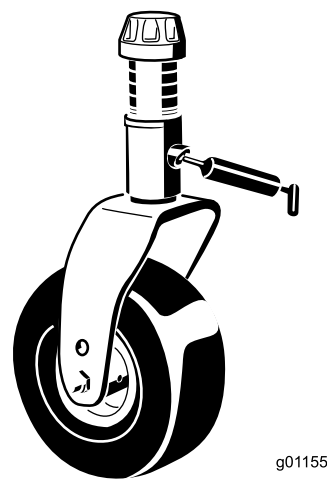

Figura 50
- 2 casquillos del eje de la horquilla de la rueda giratoria (Figura 50)